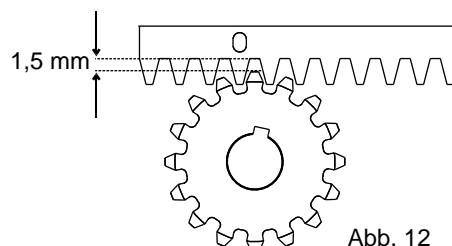

Abb. 12
6.6. Um zu verhindern, dass sich das Torgewicht auf das Zahnrad verlegt, die gesamte Zahnstange um 1,5mm anheben (Abb. 12);